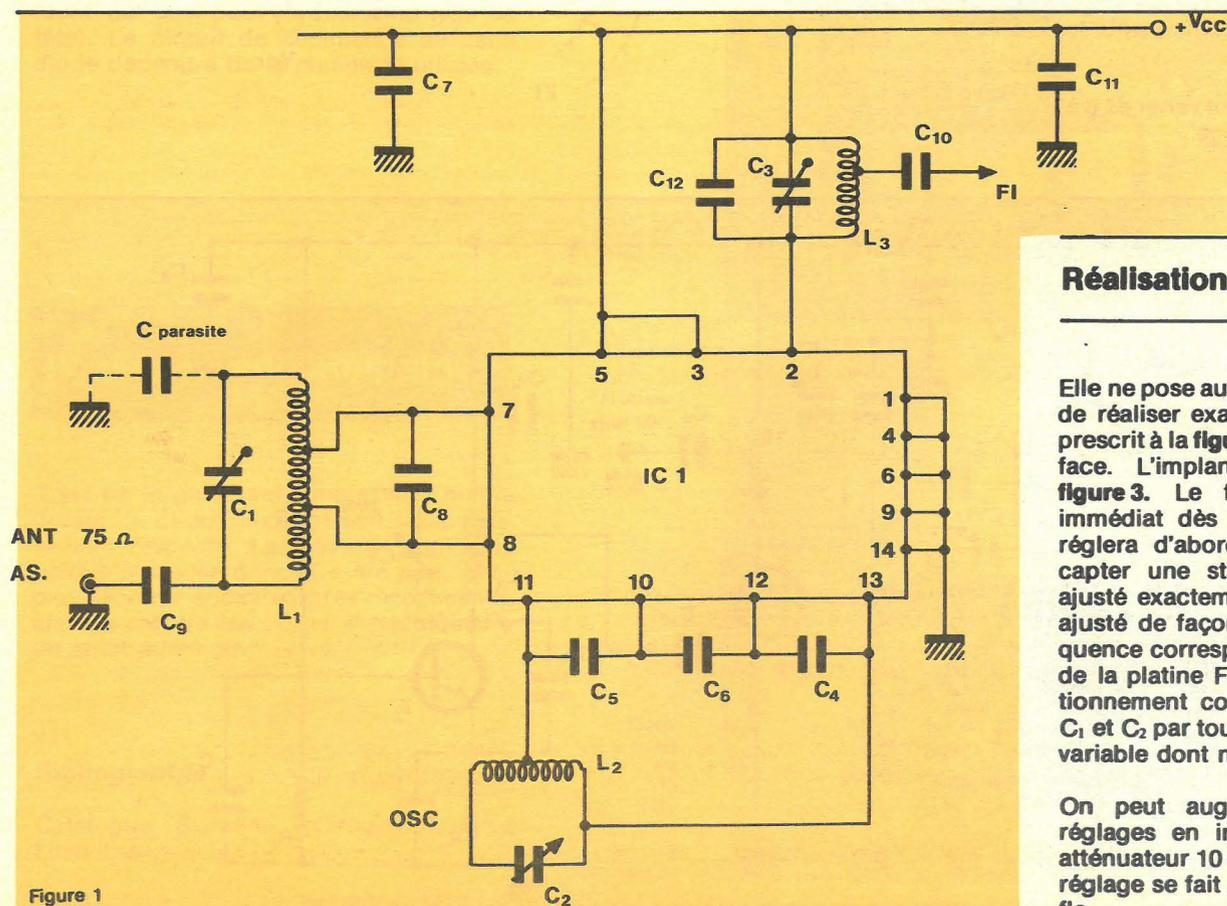

Figure 1
- Dans le cas de transformateur à enroulement imbriqué, **figure 1**, le coefficient de couplage :
On peut voir sur la **figure 1** que l'antenne ( $75\ \Omega$ ) attaque directement le circuit accordé  $L_1C_1$  dont les prises intermédiaires alimentent symétriquement le modulateur en anneau.